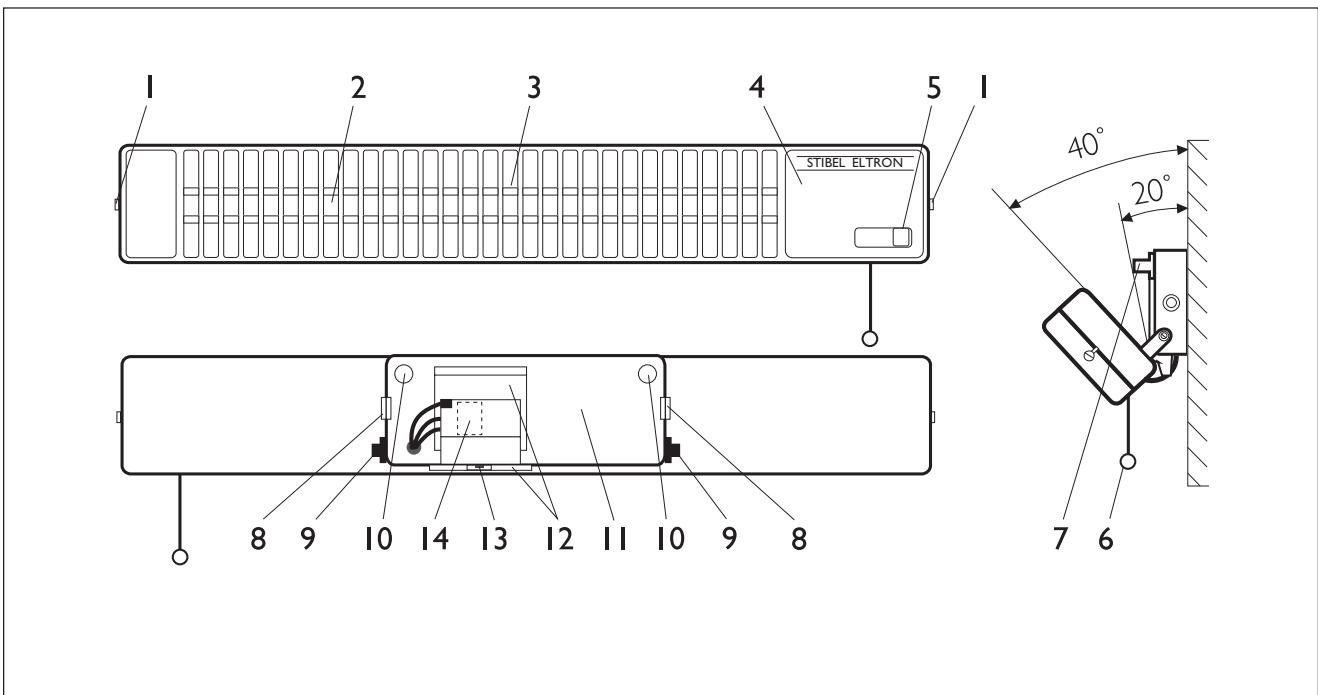

Рис. 3
Монтаж прибора (рис.3)
- Кожух снова установить на клеммы (рис. 3, поз. 12) и плотно затянуть винтовые соединения
- Склонить прибор в желаемую сторону (угол поворота от 20 до 40 градусов) (см. рис. 3)